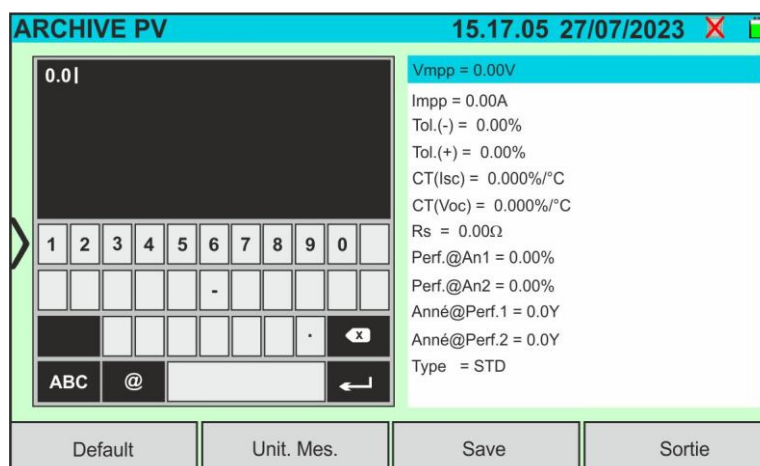

Fig. 26: Création d'un nouveau module PV – Étape 2
3. Utilisez le clavier virtuel numérique pour définir les valeurs des paramètres du module en fonction de la fiche technique du module comme indiqué dans Fig. 26.